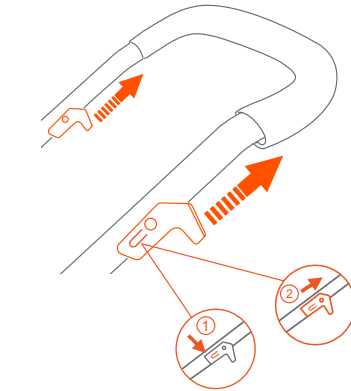

Fig. 8a
8) • Antes de plegar el cochecito, presione los botones inferiores a cada lado del asiento para desengancharlo del armazón del cochecito (Fig. 8a).